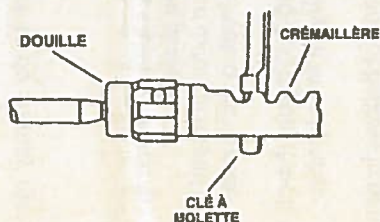

FIG.1
9. Enlever le vieil assemblage de biellette de direction interne de la crémaillère en faisant tourner le boîtier de biellette de direction interne tout en maintenant le mécanisme de direction en place à l'aide d'une clé à molette placée entre les dents de la crémaillère (voir fig. 1). **ATTENTION:** Lors de la dépose au de l'installation d'un assemblage de biellette de direction interne, placer une clé à molette sur la denture plate de la crémaillère pour l'empêcher de tourner et éviter d'endommager le mécanisme de direction. Prendre soin de ne pas piquer la denture de la crémaillère.
3. Installer le nouvel assemblage de biellette de direction interne sur la crémaillère et serrer à 40-50 lb-pi (54-68 Nm). Ne pas oublier de maintenir la crémaillère avec une clé à molette pour l'empêcher de tourner (voir fig. 1).